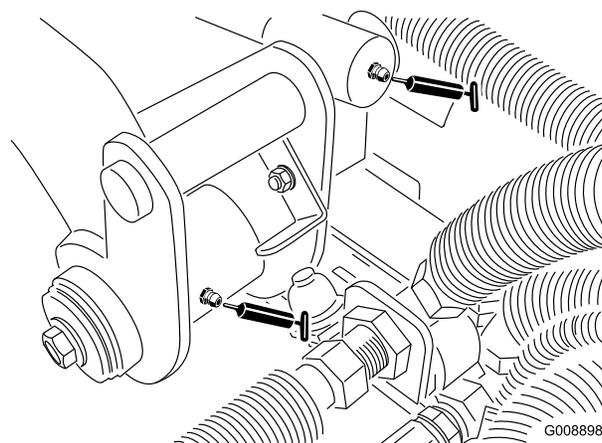

Figura 41
- Articulação do braço de elevação traseiro e cilindro de elevação (2) (Figura 41)